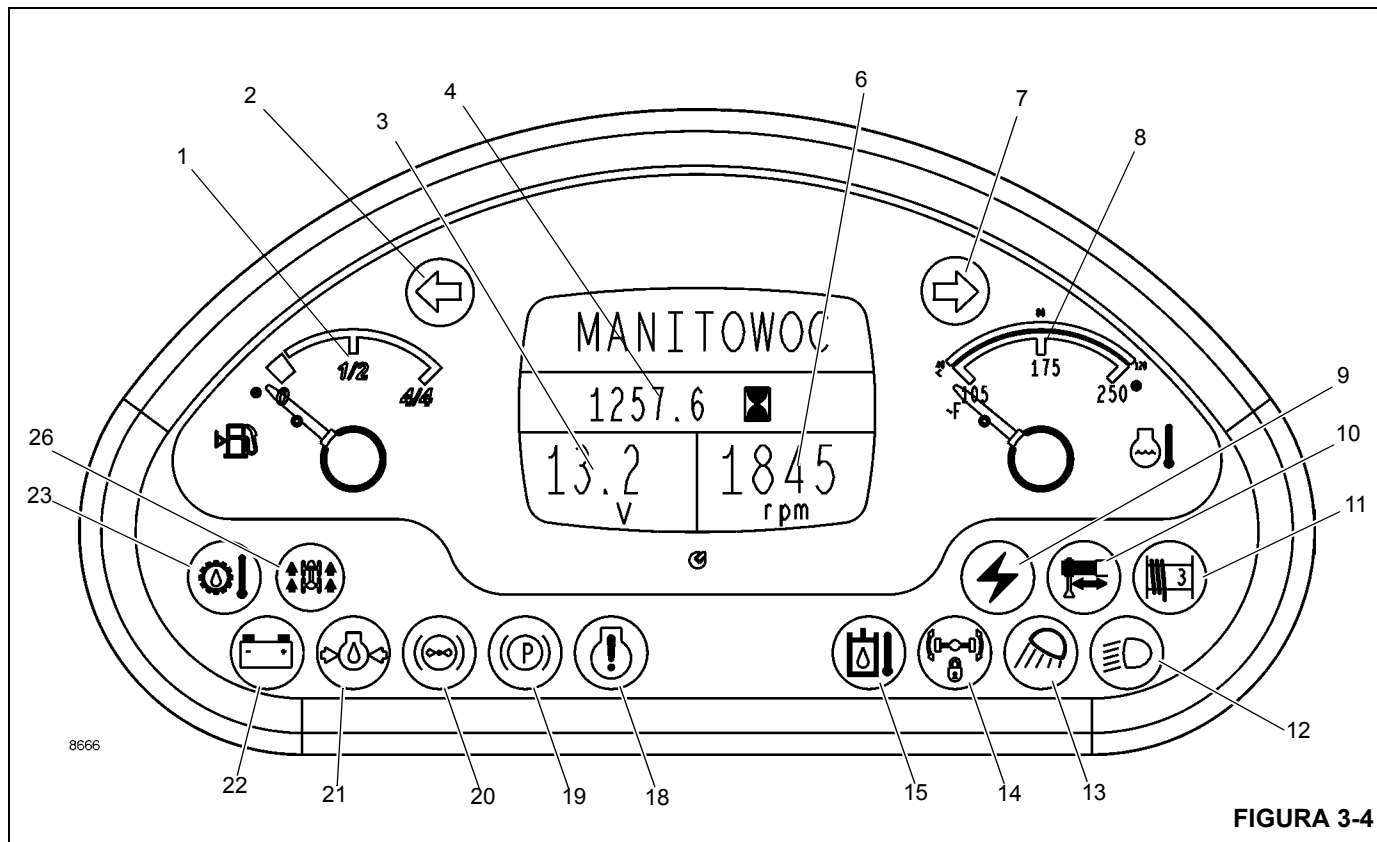
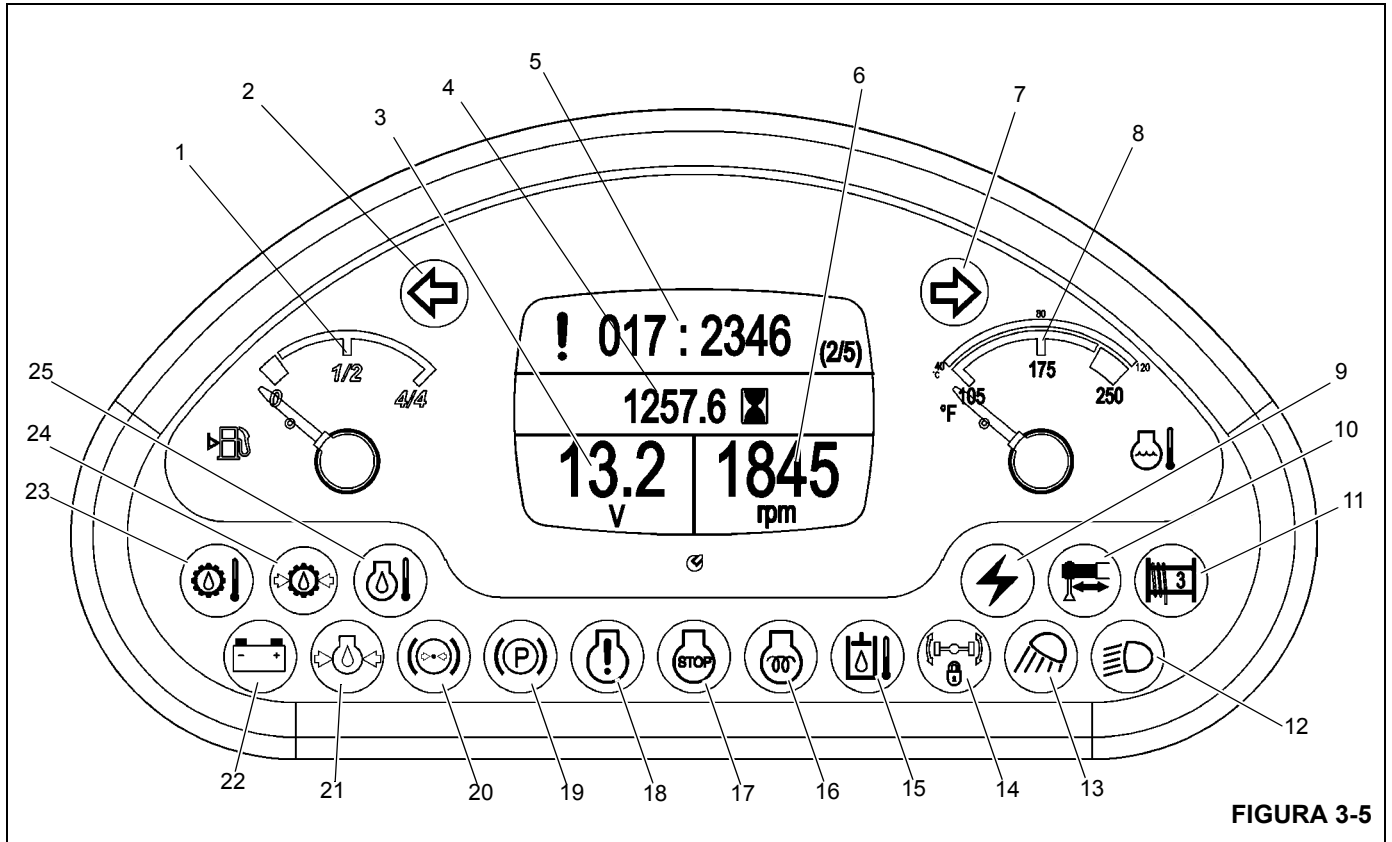

FIGURA 3-4
FIGURA 3-5
Números dos itens da Figura 3-4 e da Figura 3-5
O indicador de combustível (1) (Figura 3-5) indica a quantidade de combustível no tanque em uma escala calibrada de 0 (vazio) a 4/4 (cheio). O medidor de combustível recebe um sinal de uma unidade de transmissão no tanque de combustível.
Se a condição persistir, a luz de parada (Figura 3-5) piscará para alertar o condutor de que o motor deve ser desligado e o problema solucionado antes de ligar novamente o motor.